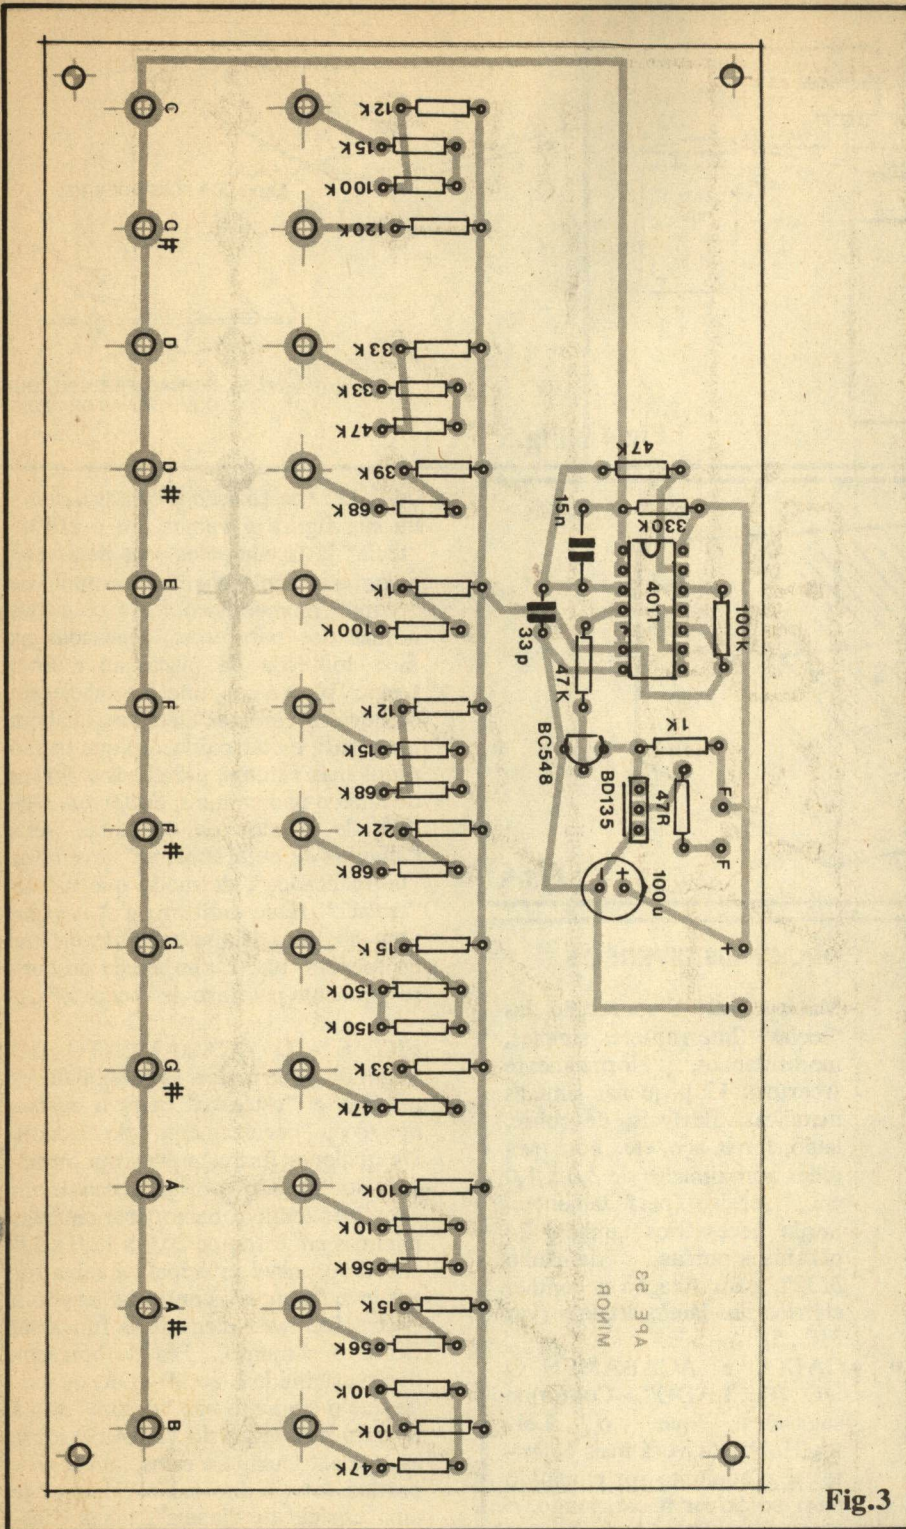

Fig.3
- FIG. 3 - "CHAPEADO" DA MONTAGEM - Agora vista pela face não